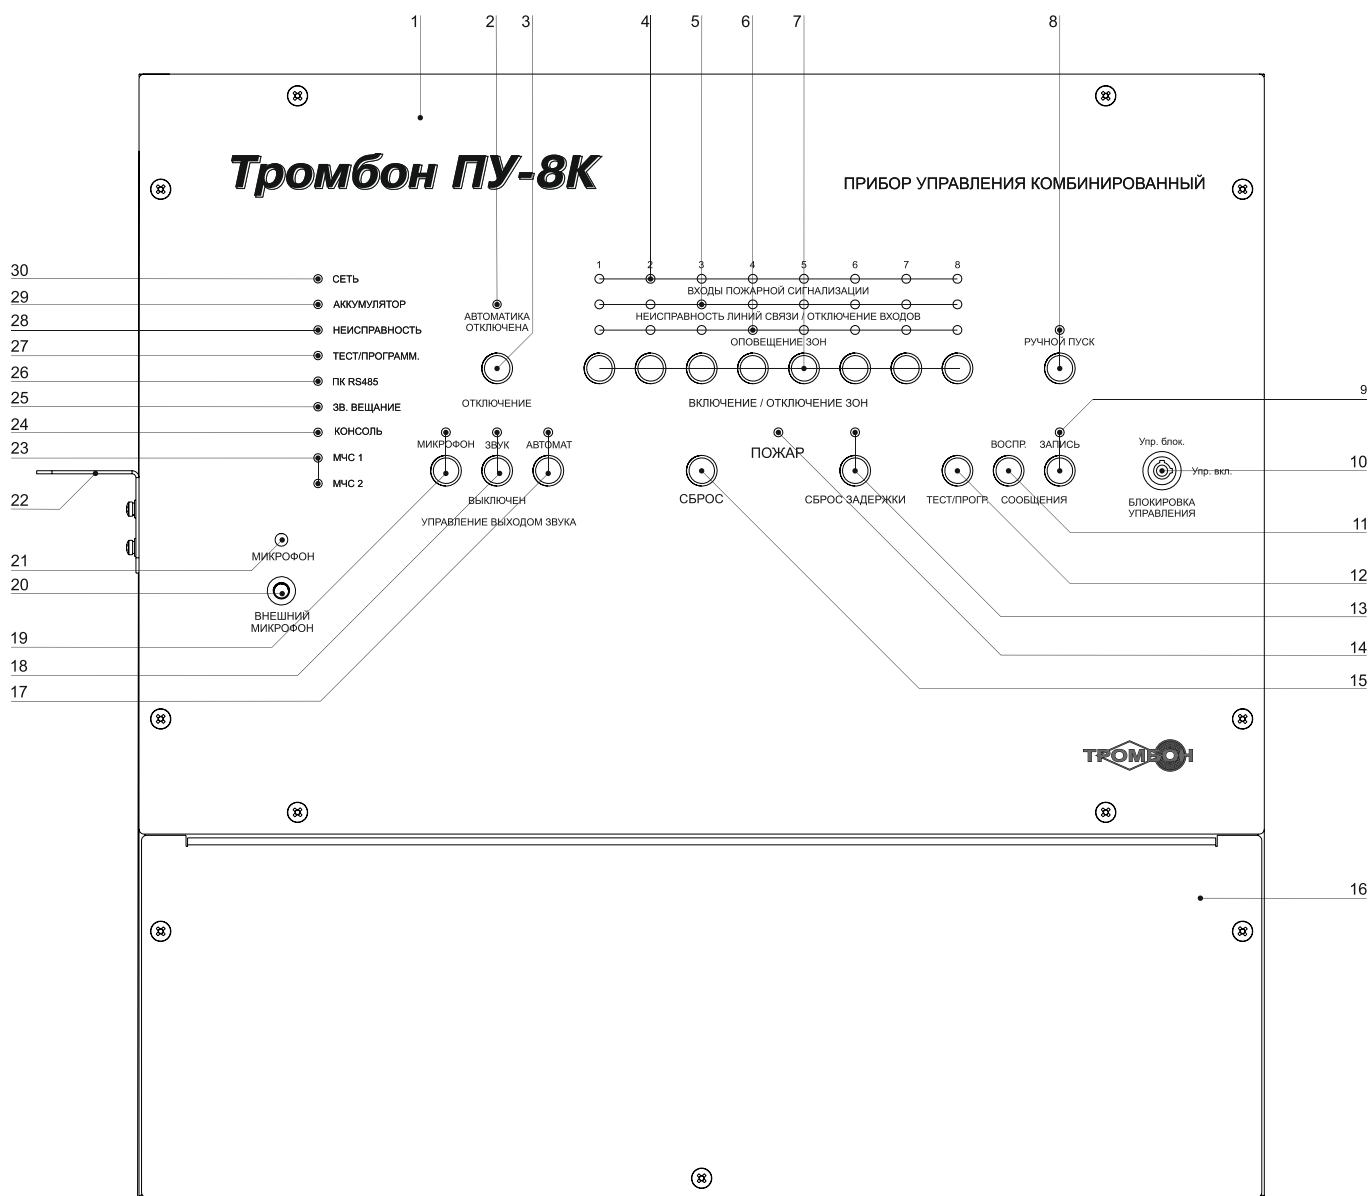

Рис. 1. Внешний вид прибора «Тромбон ПУ-8К» и расположение органов управления и индикации.
Входы пожарной сигнализации прибора «Тромбон ПУ-8К» реагируют на замыкание контактов на выходе ППКП. Для управления оповещением в автоматическом режиме к входам прибора необходимо подключить столько выходов ППКП, сколько имеется зон оповещения. При получении от ППКП командного сигнала (замыкания) на любой из входов, прибор переходит в режим «Тревога» что подтверждается зажиганием индикаторов «ПОЖАР» и индикаторов «ВХОДЫ ПОЖАРНОЙ СИГНАЛИЗАЦИИ», соответствующих тревожным входам (рис.1 поз. 4, 14).
4. Другие значения сопротивления линии связи, воспринимаются прибором как авария линии связи с ППКП. На передней панели ПУ зажигаются индикаторы «НЕИСПРАВНОСТЬ ЛИНИЙ СВЯЗИ / ОТКЛЮЧЕНИЕ ЛИНИЙ», соответствующие номеру неисправных линии связи с ППКП и индикатор «НЕИСПРАВНОСТЬ» (рис. 1, поз. 5, 28). Прибор выключает реле на выходе «Неиспр.» и периодически издает звук зуммера.